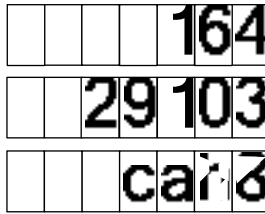

Рисунок 25
11.1 При выборе пункта 1 (**просмотр информации о наливах по карте за период**) отображается экран ввода карты (рисунок 25).